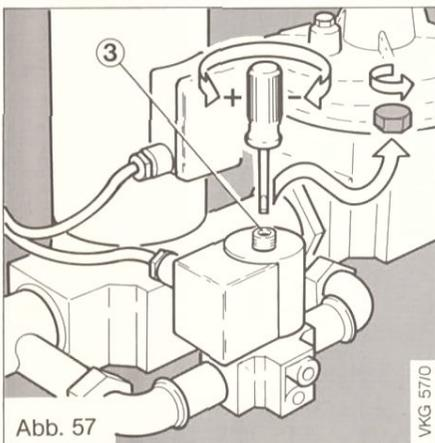

Abb. 57
Am Startgasmagnetventil Drossel (3) nur so weit öffnen, daß sich am Druckmeßnippel-Gasverteilerrohr 0,3 mbar einstellen, Abb. 57.
Am Startgasmagnetventil Drossel (3) nur so weit öffnen, daß sich am Druckmeßnippel-Gasverteilerrohr 9,0 mbar einstellen, Abb. 57.